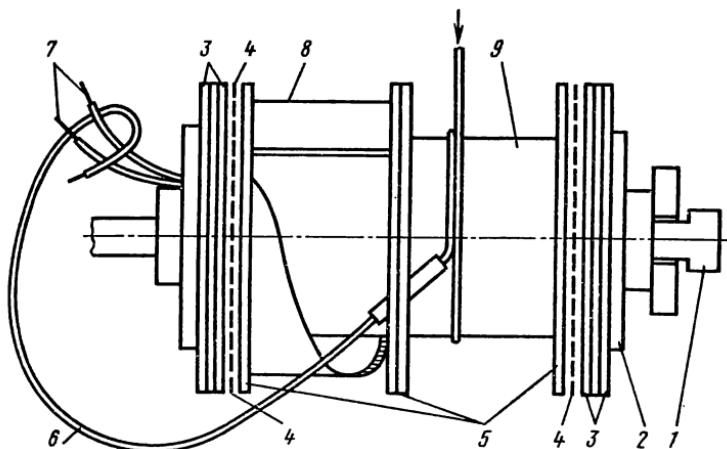

Рис. 18. Изготовление обмотки ВН:
**Изготовление обмоток трансформатора напряжения НОСК-6.** Обмотки выполняют с помощью шаблона на намоточном станке проводом ПЭЛ 1,12 мм. Обмотка ВН состоит из двух катушек, намотанных обмоточным проводом ПЭД 0,2 мм поверх обмотки низкого напряжения (НН). Готовую обмотку НН 9 закрепляют в щеках шаблона 2 на шпинделе 1 обмоточного станка (рис. 18).